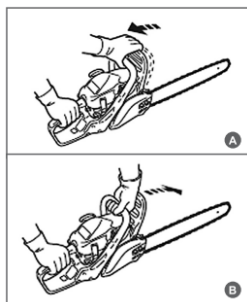

Рис. 6 Проверка механического тормоза цепи
Ручка тормоза должна фиксироваться в обоих крайних положениях. Не эксплуатируйте бензопилу, если рычаг не фиксируется в крайних положениях, либо не перемещается ни в одно из положений. Обратитесь в сервисный центр для устранения неисправности. Тормоз цепи выключен (цепь может вращаться), когда ручка тормоза взведена (Рис. 6А).
Тормоз цепи включен (цепь не имеет возможности вращаться), когда ручка тормоза находится в отжатом положении. (Рис. 6В)
3. Используя тормоз цепи, переместить левое запястье от себя и нажать им на ручку тормоза, не отпуская рукой переднюю рукоятку пилы (Рис. 6В).
6. Возведите ручку тормоза (Рис. 6А).